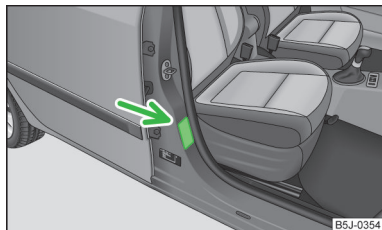

Fig. 117
- Asupra acestui aspect atenționează și autocolantul care se găsește pe stâlpul B, pe partea pasagerului față » **fig. 117**. Eticheta poate fi observată după deschiderea portierei pasagerului față. În unele țări, eticheta este lipită pe parasolarul pasagerului față.